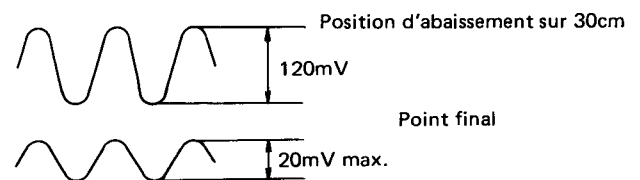

Fig. 9-11 Réglage de forme ondulatoire
- Positionner le bras à l'endroit de minimum d'amplitude et régler à nouveau VR203 pour obtenir une amplitude inférieure à 20mVp-p (approximativement). (Voir Fig. 9-11)